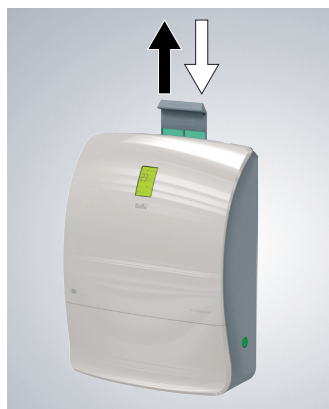

Рисунок 1
2. Аккуратно извлеките фильтр из прибора, потянув за ручку фильтра вертикально вверх (рис. 1).